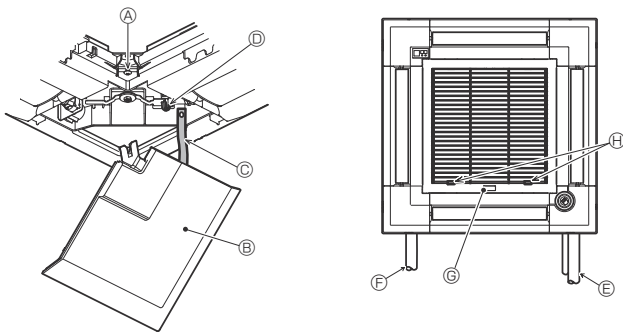

Fig. 9-12
9.5. Instalação da grelha de admissão (Fig. 9-12)